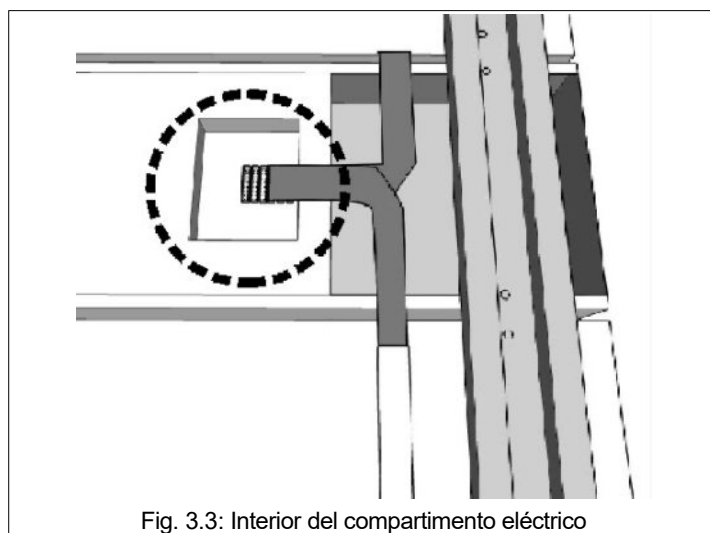

Fig. 3.3: Interior del compartimento eléctrico
2. Conecte los cables planos de los módulos a los conectores (Fig. 3.3) de la tarjeta electrónica montada dentro del compartimento eléctrico.